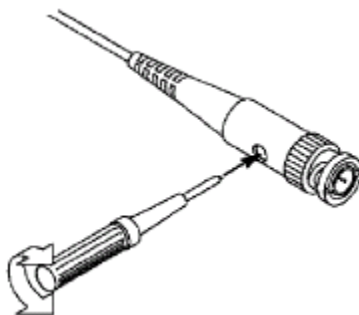

Figura 3-7 Regolare la sonda
2. Controllare le forme d'onda visualizzate e regolare la sonda fino ad ottenere una corretta compensazione (vedi *Figura 3-6* e *Figura 3-7*).